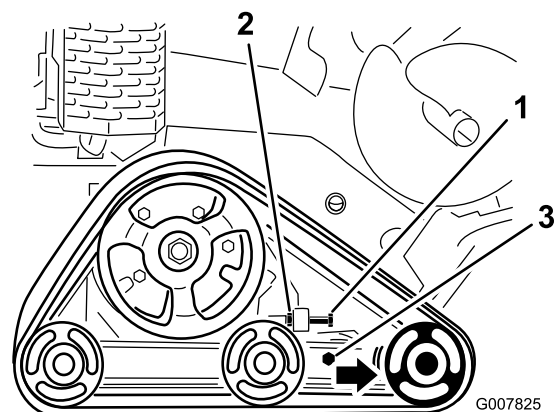

Figura 49
3. Afloje la contratuerca del perno tensor de la oruga, y los pernos de fijación del brazo tensor (Figura 49).
4. Apriete el perno tensor a entre 32,5 y 40 N·m para tensar la oruga (Figura 49).
4. Afloje el perno tensor y la contratuerca (Figura 49).
5. Afloje los pernos de fijación (Figura 49).